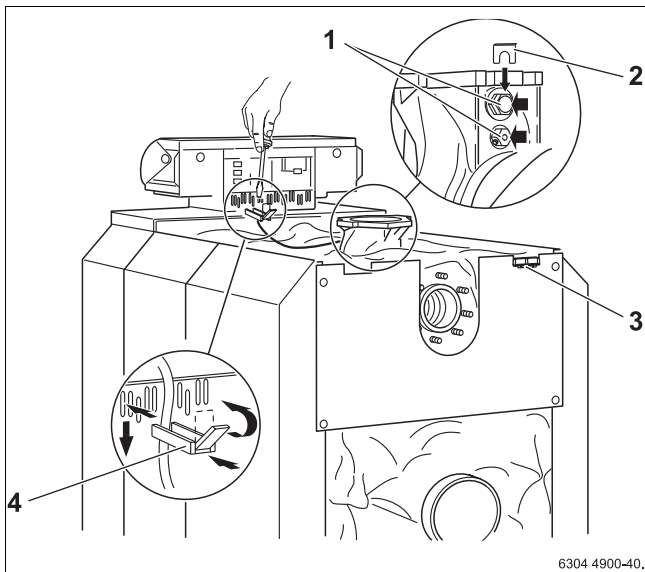

Fig. 52 Fissaggio delle linee di collegamento elettrico
- ▶ Introdurre la sonda nel relativo pozzetto ad immersione e assicurarla con il relativo arresto di sicurezza per sonde (la lente d'ingrandimento nella → fig. 52 è girata di 180°).